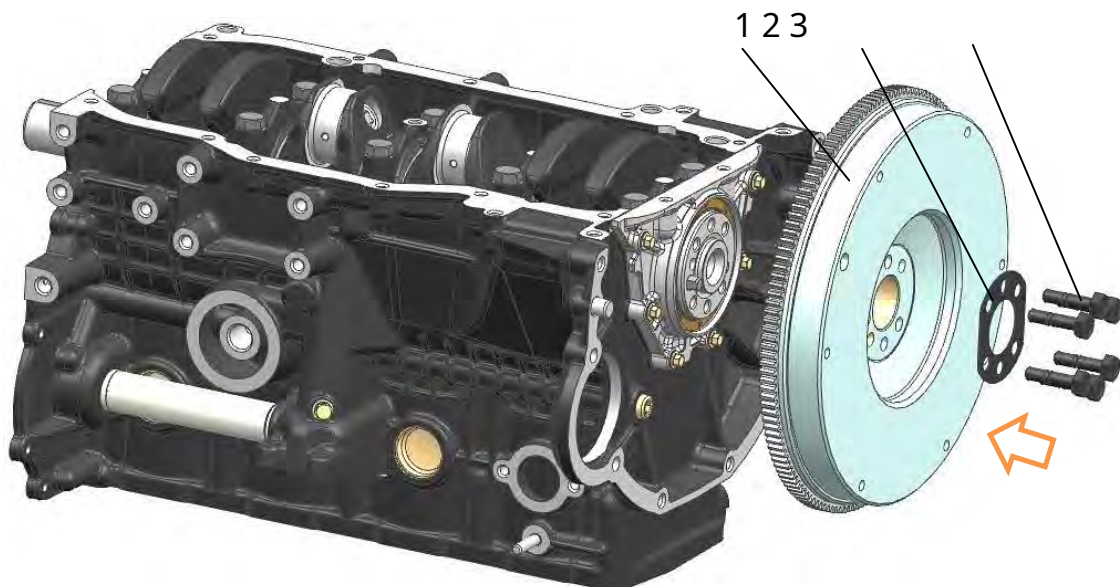

Abb. 112. Schwungrad einbauen:
7. Schwungrad 1 (Abb. 112) am hinteren Ende der Kurbelwelle montieren, indem Sie das Loch im Schwungrad für den Stift platzieren, wobei der Passstift in den Kurbelwellenflansch gedrückt wird.